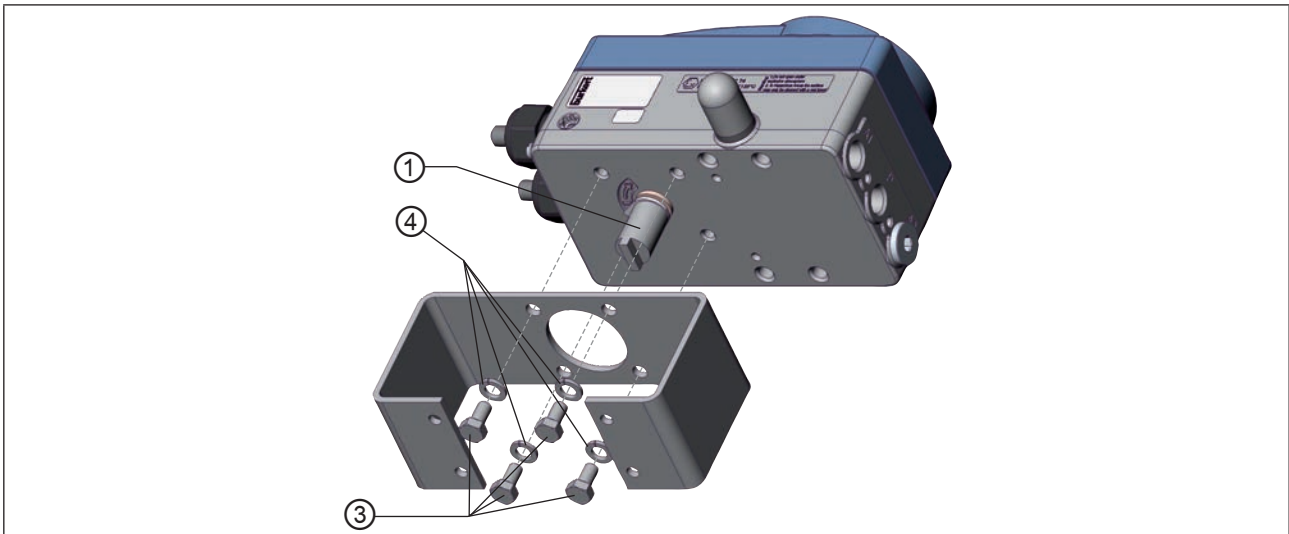

Figure 28 : Fixer l'adaptateur de montage (représentation schématique)
- Fixer l'adaptateur de montage sur le positionneur avec 4 vis à tête cylindrique ③ et des rondelles élastiques ④. (voir « Figure 28 »).